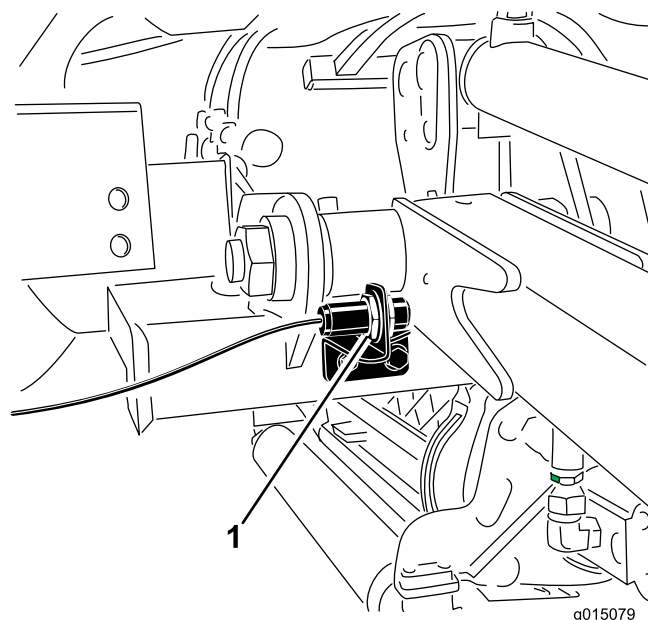

Figure 36
2. Le commutateur des bras de relevage se trouve derrière le bras de relevage avant droit (Figure 36).
3. Desserrez les vis de fixation du commutateur (Figure 36) et élevez ce dernier pour augmenter la hauteur du changement de direction des bras de relevage ou abaissez-le pour réduire la hauteur du changement de direction. Serrez les vis de fixation.